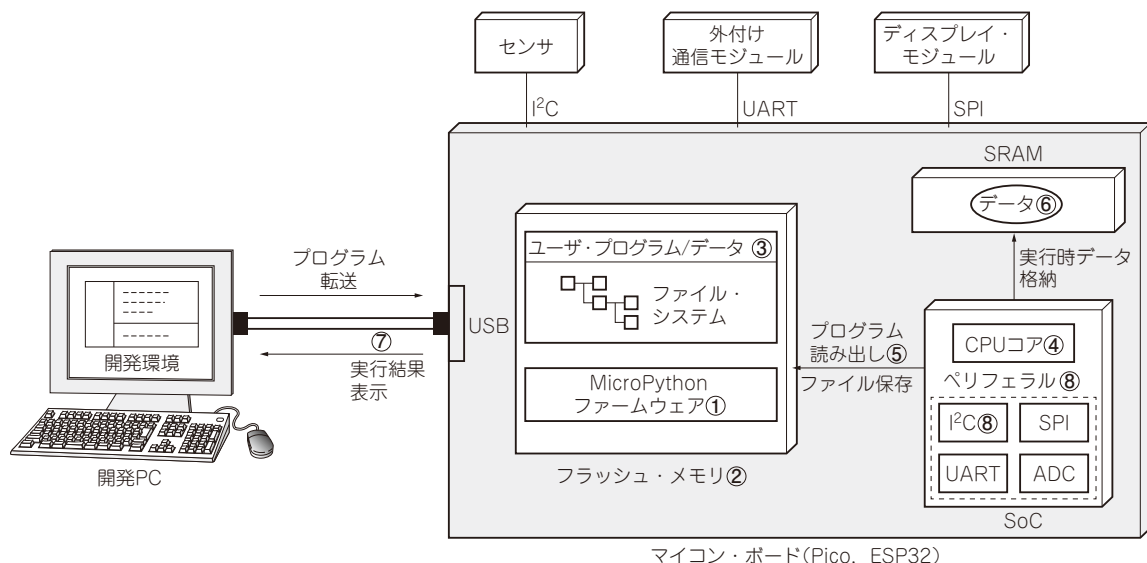

図1 MicroPythonの開発環境
MicroPythonのファームウェアは、マイコン・ボード上のフラッシュ・メモリに格納されています（図1の①）。フラッシュ・メモリ（図1の②）の空き容量部分をファイル・システムとしてフォーマットすることで、ユーザが作成したプログラムやデータ（図1の③）を保存しておくことができます。
マイコン本体のCPUコア（図1の④）上では、MicroPythonのファームウェアを実行しており、必要に応じてファイル・システム上のファイルを読み出して実行したり、実行結果をファイルとして書き込んだりします（図1の⑤）。プログラム実行中に作成されるデータは高速にアクセスできるSRAMに配置されます（図1の⑥）。
マイコン・ボードと開発PCとはUSB（図1の⑦）で接続し、PC上での開発環境で作成したプログラムをUSB経由で転送したり、プログラム実行中に表示されるメッセージをPC上の端末ソフトウェアで受信し
一般的にマイコンのSoCにはI2CやSPI、UART、A-Dコンバータ（ADC）のような標準的なペリフェラル（図1の⑧）が搭載されています。MicroPythonではそれらのペリフェラルを制御するためのライブラリを備えているので、マイコン・ボードと周辺モジュールを結線するだけで、MicroPythonからセンサや外付けの通信モジュール、ディスプレイ・モジュールを制御できます。